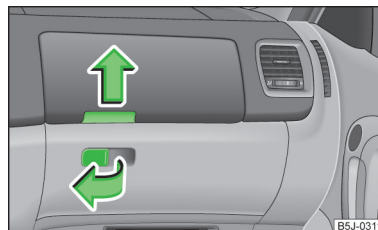

Fig. 83
- Tire del tirador de la tapa en el sentido de la flecha » fig. 83 y abata ésta.